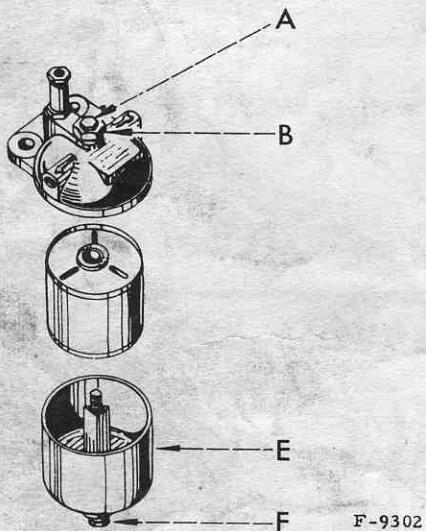

Fig. 32. — Filtre à combustible démonté
- c) Ouvrir le bouchon de purge "A" et le bouchon de vidange "F" (fig. 32).